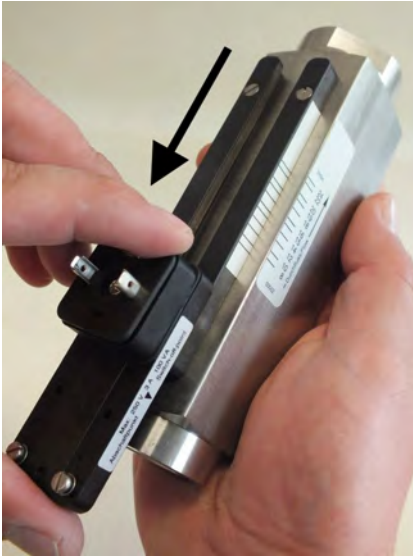

Abb. 76: Schaltkontakt aus Führung schieben
4. ▶ Den Schaltkontakt in Pfeilrichtung (Abb. 76) aus den Führungsleisten schieben